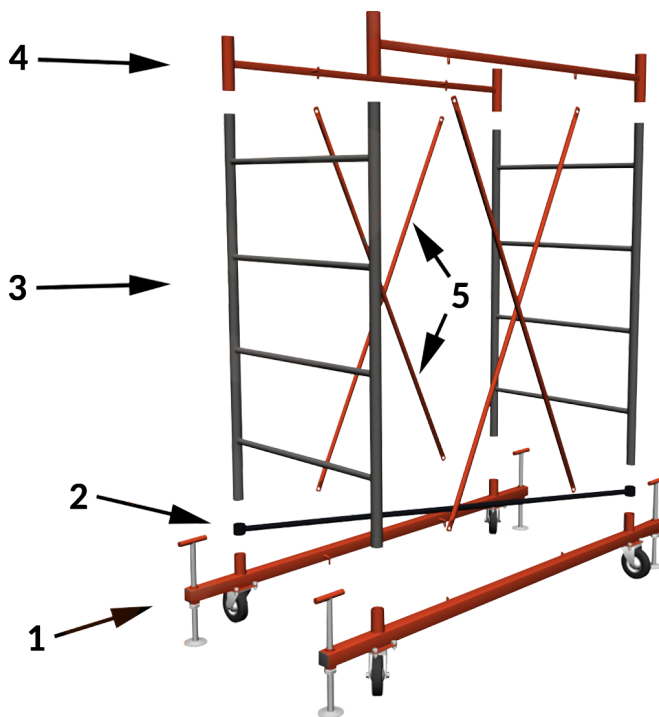

рис. 1
4.2. Установить базы (1) параллельно друг другу (рис. 1).